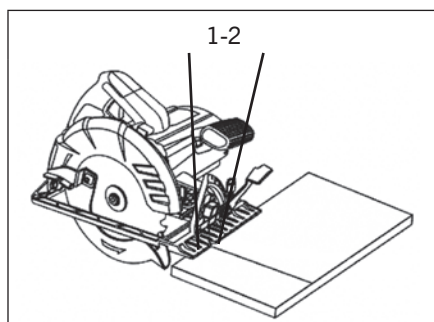

FIG. 10
REMARQUE : Pour aligner la lame de la scie avec le repère de coupe, utiliser les repères de guidage sur le devant de la semelle (fig. 10). Utilisez le repère de coupe de 0° (1) pour les coupes à angle droit. Utilisez seulement le repère de 45° (2) pour les coupes à 45°. Le repère de 45° tiendra compte de la surface supplémentaire du matériau pour la coupe en angle. Faites toujours une coupe d'essai sur une pièce de retaille avant de couper votre matériau.